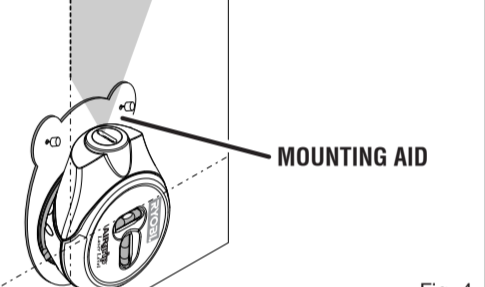

Fig. 4
See Figure 4.
- Voilà la figure 4.